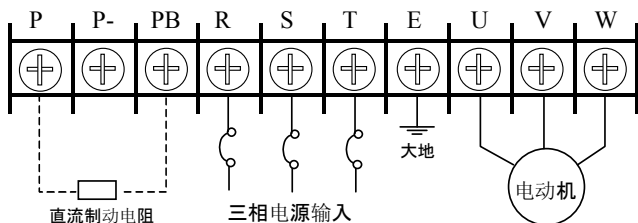
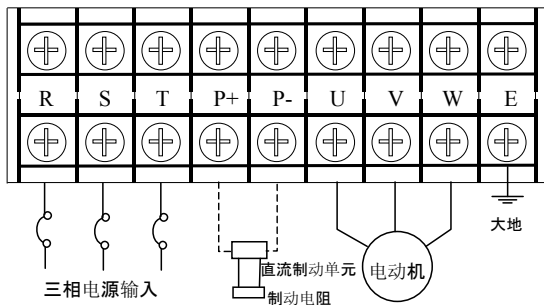

图 2-22 主回路端子台配线图 1
图 2-28 主回路端子台配线图 7
2.10.1 主回路端子台配线图如图 2-22 至图 2-28 所示。
I 类主回路端子图如图 2-22 所示。
VII 类主回路端子图如图 2-28 所示。